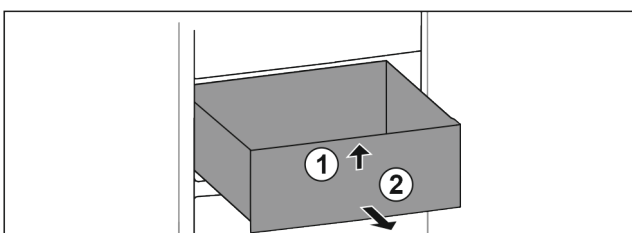

Fig. 62
- ▶ Schubfach vorne anheben. Fig. 62 (1)
- ▶ Schubfach nach vorne entnehmen. Fig. 62 (2)